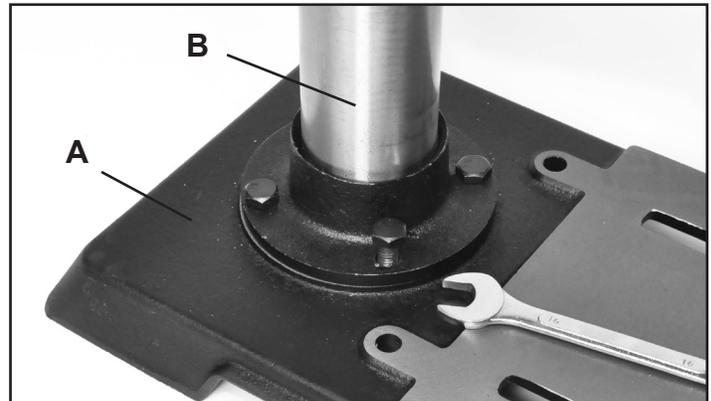

FIG. 1
1. Coloque la Base (Parte #1, Figura 1, A) en un piso nivelado donde se utilizará la máquina. FIG. 1.